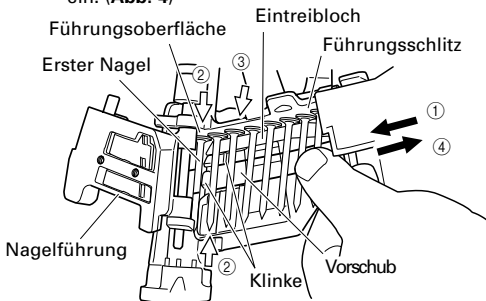

Abb. 4
(4) Schließen Sie die Magazinabdeckung.
(5) ① Wickeln Sie eine ausreichende Menge Nägel ab, um das Eintreibloch zu erreichen.
② Schieben Sie den ersten Nagel in das Eintreibloch und den zweiten Nagel zwischen den zwei Klinken des Vorschubs ein.
③ Passen Sie die Nagelköpfe in den Führungsschlitz ein. (Abb. 4)